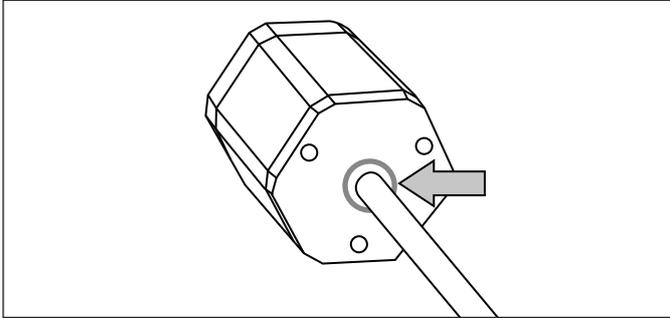

Abb. 22: Korrekte Position des O-Rings in der Nut des Sensorelektronikgehäuses
4. Stellen Sie sicher, dass die O-Ring-Dichtung (Artikelnr. 562 003) in der Nut am Sensorelektronikgehäuse korrekt eingesetzt ist, bevor Sie die Basiseinheit in das Stützrohr einsetzen und die Sensorelektronik befestigen (Abb. 22).
3. Stellen Sie sicher, dass die O-Ring-Dichtung (Artikelnr. 562 003) in der Nut am Sensorelektronik korrekt eingesetzt ist, bevor Sie die Basiseinheit in das Stützrohr bzw. das HFP-Profil einsetzen und die Sensorelektronik befestigen (Abb. 22).
- Stellen Sie sicher, dass die O-Ring-Dichtung (Artikelnr. 562 003) in der Nut am Sensorelektronik korrekt eingesetzt ist, bevor Sie die Basiseinheit in das Stützrohr einsetzen und die Sensorelektronik befestigen (Abb. 22).